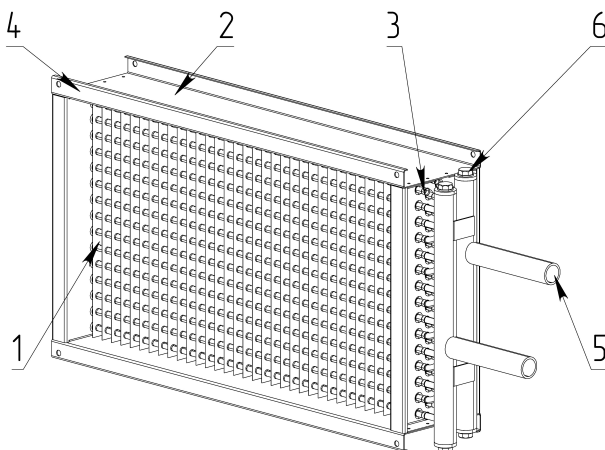

Рисунок 2.1 – Внешний вид воздухонагревателей
5.1.5. Соединение с системой вентиляции осуществляется путем присоединения фланцев воздухонагревателя через отверстия ($\varnothing d$, рисунок 2.1) к ответным фланцам воздуховодов при помощи болтов (М8 – для типоразмеров с 30-15 по 80-50 и М10 – для типоразмеров 90-50 и 100-50) с гайками и шайбами “гровер” и скоб (в комплект поставки не входят). Стяжные скобы рекомендуется устанавливать на фланцы с длиной стороны более 40 см, с шагом 20-30 см. Места соединения фланцев необходимо герметизировать.
5.2.2. Стравливание воздуха из теплообменника можно производить установив вместо верхних резьбовых пробок в коллекторах (поз.6, рисунок 2.1) воз-
духоотводящие устройства (вентили). При необходимости достаточно установить вентили в один из коллекторов – в котором наиболее высоко расположена последняя отводная трубка (поз.3, рисунок 2.1).
5.2.6. В случае замятия ламелей теплообменника (поз.1, рисунок 2.1) их необходимо выпрямить специальным инструментом – гребёнкой.